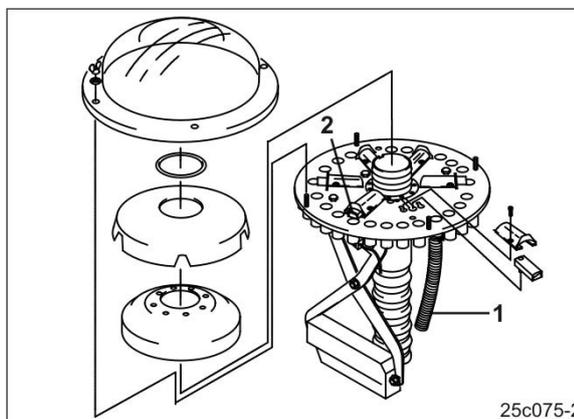

Fig. 145
- Les conduites de descente de semences (Fig. 145/1) des socs jalonneurs doivent être fixées aux ouvertures de la tête de distribution et pouvoir être fermées par les clapets (Fig. 145/2).
- Pour créer deux traces, il est possible, pour chaque trace, d'obturer avec les clapets (Fig. 145/2) au niveau de la tête de distribution
- Désactivez les clapets non nécessaires (Fig. 145/2).